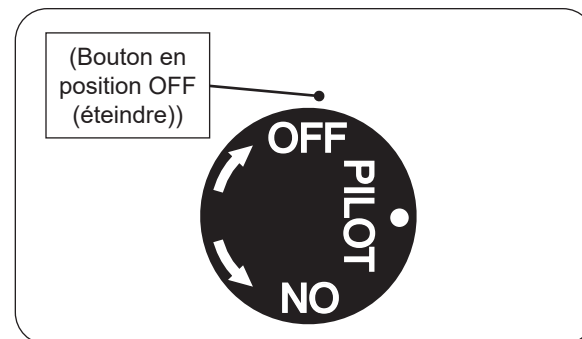

Fig. 43-2 Arrêt du pilote
2. Localisez la vanne sur le côté de l'unité. Pousser le gaz bouton de commande légèrement et tourner dans le sens des aiguilles d'une montre sur **OFF** (éteindre) (voir Fig.43-2).
Appuyez légèrement sur le bouton de contrôle et tournez-le dans le sens des aiguilles d'une montre sur **OFF** (éteindre). Ne force pas. Voir Fig.43-2.